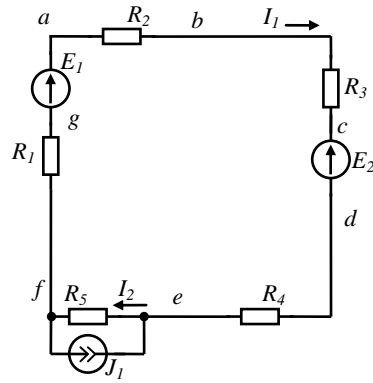

Рис. 4. Схема цепи
**3.** Для электрической цепи, приведенной на рис. 4, определить потенциалы всех точек относительно точки "а" и построить потенциальную диаграмму. Данные для расчета:  $E_1=25\text{В}$ ,  $E_2=12\text{В}$ ,  $J_1=2\text{А}$ ,  $R_1=10\text{Ом}$ ,  $R_2=5\text{Ом}$ ,  $R_3=7\text{Ом}$ ,  $R_4=2\text{Ом}$ ,  $R_5=3\text{Ом}$ .